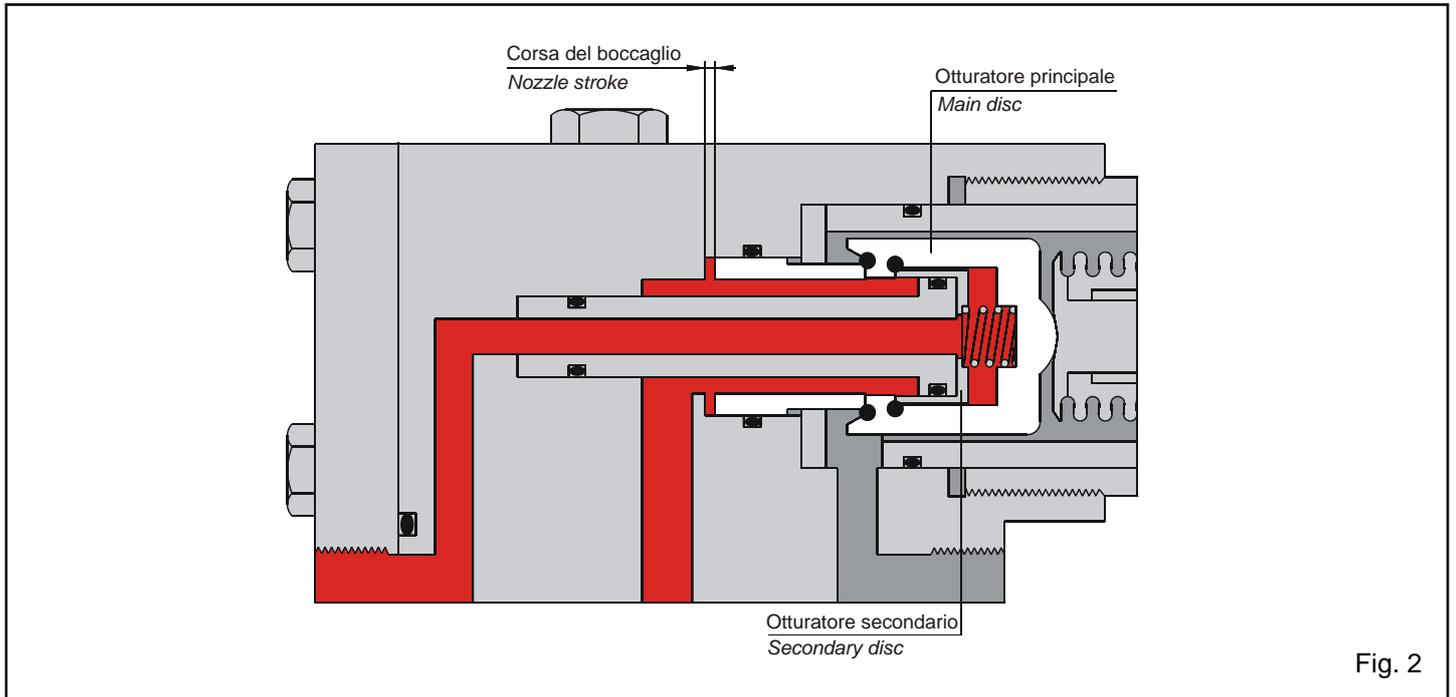

Fig. 2
Aumentando la pressione di processo, quando la spinta sulla membrana del pilota supera il precarico della molla, lo stelo viene sollevato fino a chiudere il passaggio interno, denominato A in figura 1, e a isolare la camera di pressione (Fig. 2).
*Increasing the process pressure, when its thrust on the pilot diaphragm exceeds the spring preload, the spindle is lifted until internal passage, named A in Fig. 1, is shut off and the valve pressure chamber is isolated (Fig. 2).*
Le figure 2 e 3 illustrano situazioni nelle quali non c'è passaggio di fluido né attraverso il pilota né attraverso la valvola.
*Figs. 2 and 3 illustrate situation of no flow through either the pilot or the valve.*